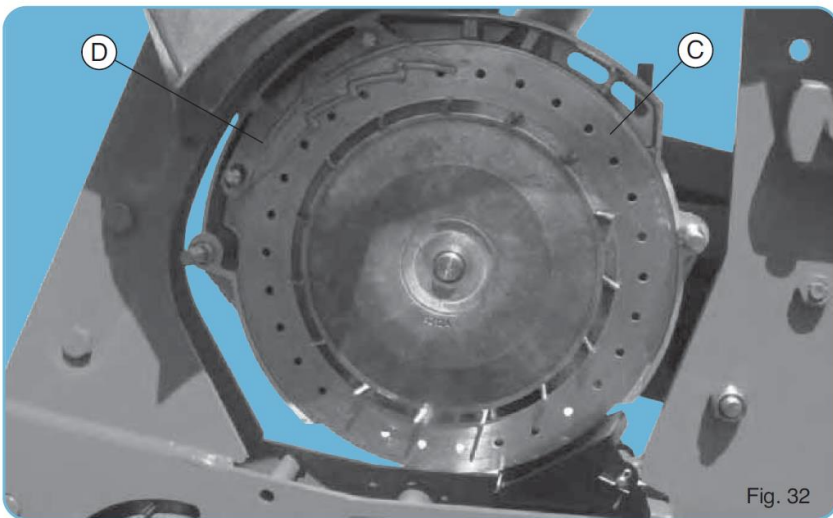

Fig. 32
Zgarniacz ziarna (D) umieszczany jest na tarczy (od strony pokrywy a nie pomiędzy tarczą a plastikowym wieńcem) (Fig. 32).